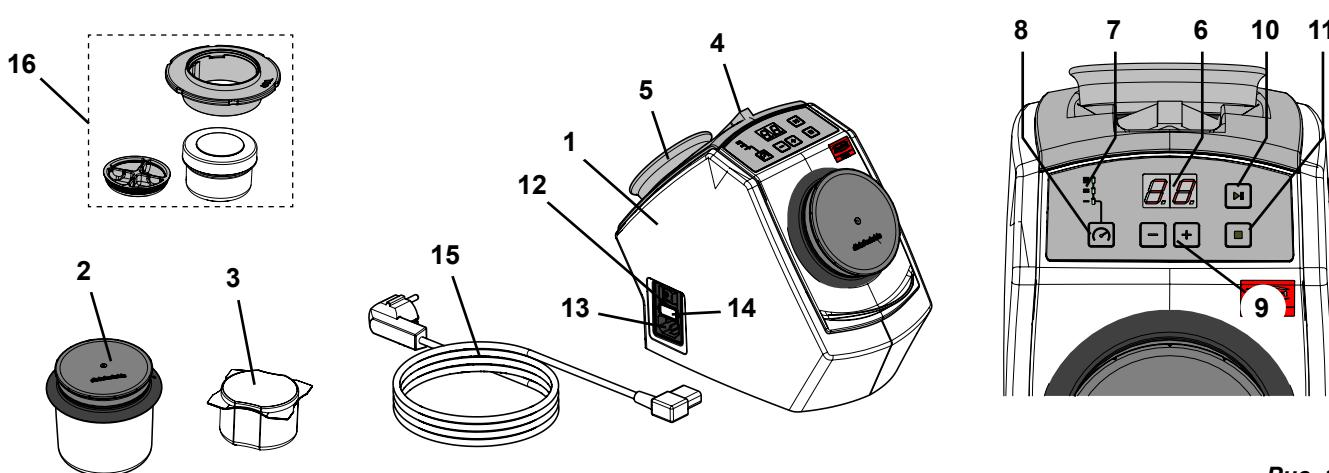

Рис. 1
- Удерживающий магнит (Рис. 1, поз.5) содержит свинец
- ⇒ Разместите приложенный пинцет и удерживающий магнит в специальных выемках на тыльной стороне аппарата (Рис. 1).
- ⇒ Выберите сетевой кабель (15, Рис. 1) со штепсельной вилкой, соответствующей Вашей стране.
- ⇒ Вставьте сетевой кабель (13, Рис. 1) в гнездо подключения к сети.
- ⇒ Включите аппарат при помощи сетевого выключателя (12, Рис. 1).
- ⇒ Поместите в стакан для очистки (2, Рис. 1) 75 г игл для очистки (соответствует одной единице упаковки).
- ⇒ Поместите в мини-стакан SYMPRO (принадлежности) (16, рис. 1) ~ 5 г игл для чистки